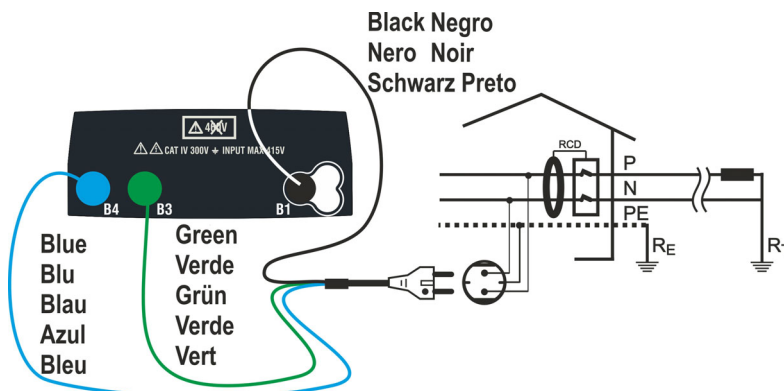
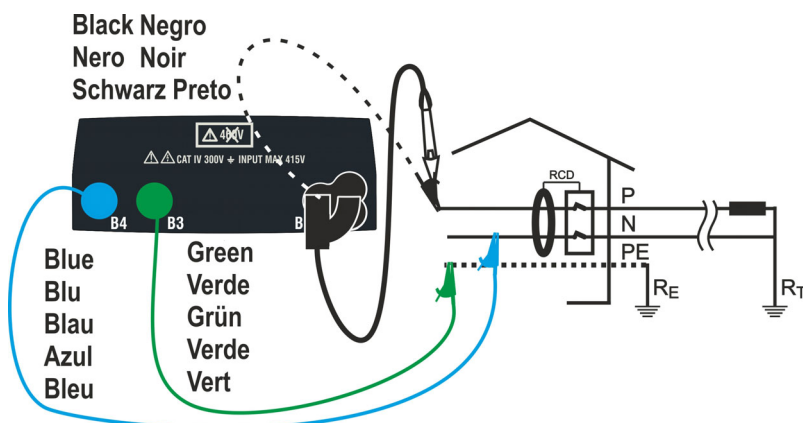

Abb. 4: Geräteanschluss am einphasigen System durch Schuko-Netzkabel
Abb. 5: Geräteanschluss zum einphasigen System durch Einzelkabel und Prüfsonde mit Start/Stop Fernbedienung
- Schließen Sie den grünen, blauen und schwarzen Stecker des Schukokabels mit drei Leitungen an die entsprechenden Eingangsbuchsen B1, B3 und B4 des Messgeräts. Alternativ dazu können Sie Einzelkabel verwenden und die entsprechenden Krokodilklemmen an die freien Kabelenden aufstecken. Sie können auch die Prüfsonde mit Fernbedienung benutzen, indem Sie deren mehrpoligen Steckverbinder in die Eingangsbuchse B1 einführen. Verbinden Sie den Schukostecker, die Krokodilklemmen oder die Prüfsonde mit Fernbedienung mit der elektrischen Anlage entsprechend den Abb. 4 oder Abb. 5.